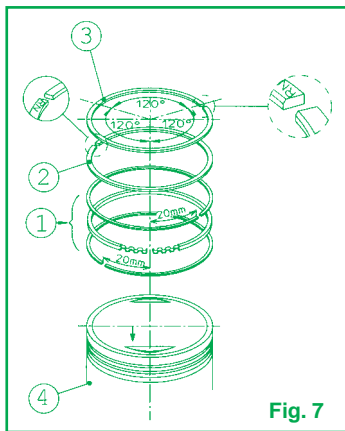

Fig. 7
- Inserire l'espansore del segmento raschiaolio nella apposita cava sul pistone, inserire l'elemento raschiaolio inferiore e successivamente l'elemento raschiaolio superiore completando il montaggio del raschiaolio (Fig. 7 - Part. 1).
- Montare il secondo segmento con la stampigliatura N rivolta verso la parte superiore del pistone come indicato in Fig. 7 - Part. 2.
- Inserire il primo segmento di compressione con la stampigliatura N rivolta verso la parte superiore del pistone come indicato in Fig. 7 - Part. 3.
- Posizionare le aperture dei tagli delle fasce elastiche come indicato in Fig. 7.
- Posizionare il pistone sulla biella e inserire il nuovo spinotto. Accertarsi che la freccia punzonata sul cielo del pistone sia rivolta dal lato scarico (Fig. 7 - Part 4).
- Ricontrollare che le aperture dei tagli delle fasce elastiche siano posizionate come indicato in Fig. 7.